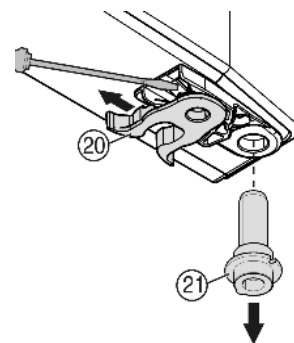

Fig. 9
- ▶ Przenieść zacisk sprężynowy Fig. 9 (20): Zatrząsk przycisnąć w dół, przy tym zdjąć zacisk sprężynowy.
- ▶ Trzpień zawiasu Fig. 9 (21) wyjąć z tulei drzwi i razem z podkładką założyć po przeciwnej stronie. Zatrząsk musi wskazywać do wewnątrz drzwi, a nacięcia do zewnątrz.
- ▶ Drzwi założyć na dole, a trzpień zawiasu Fig. 9 (21) umieścić w płytce zawiasu. Ew. obrócić trzpień zawiasu tak, by się zablokował.